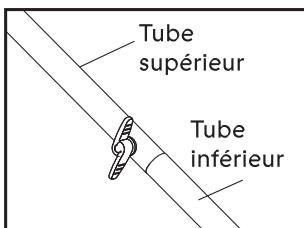

Fig. 1
1. Assemblez les tubes supérieur et inférieur et serrez la molette de fixation du joint (fig. 1).